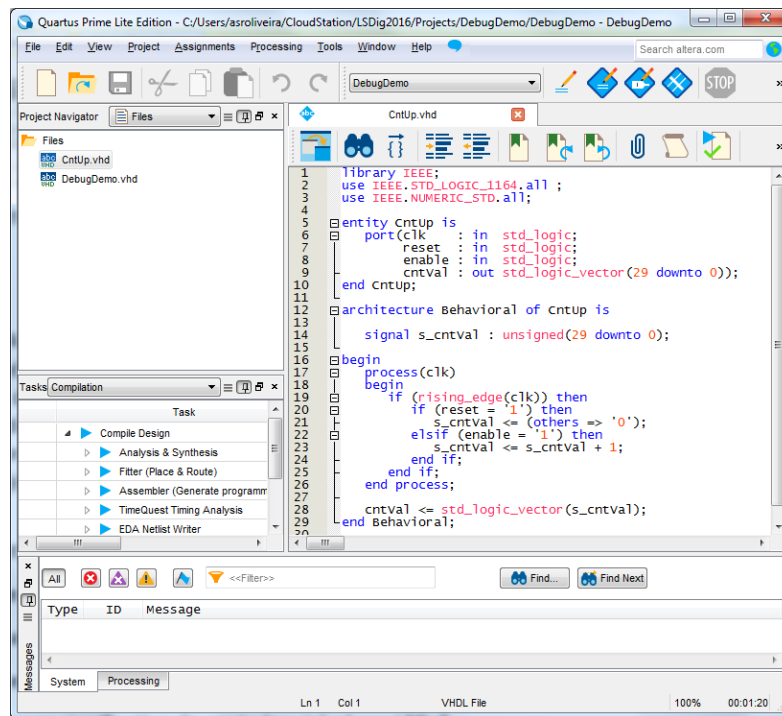
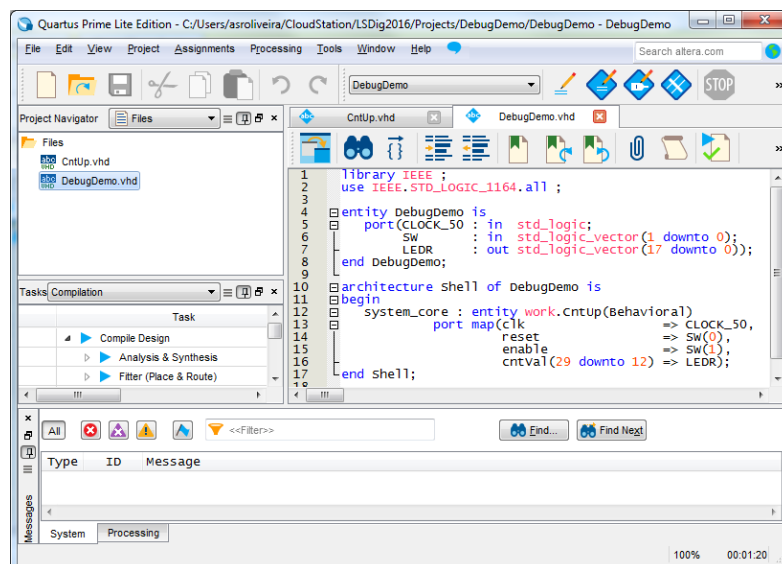

Figura 18 – Código fonte do módulo “CntUp.vhd”.
Figura 19 – Código fonte do módulo “DebugDemo.vhd”.
1. Crie um novo projeto para a FPGA Cyclone IV EP4CE115F29C7. Poderá designar o projeto e a entidade *top-level* como “DebugDemo”. O projeto consistirá num contador binário crescente, apresentado na Figura 18 e descrito no ficheiro “CntUp.vhd”. O módulo *top-level* “DebugDemo.vhd” interliga os portos do contador a dispositivos do kit DE2-115 (Figura 19). Edite os ficheiros com o código fonte fornecido, grave-os com os nomes indicados, importe o ficheiro “master.qsf”, compile o projeto, programe a FPGA e responda às questões dos pontos seguintes.